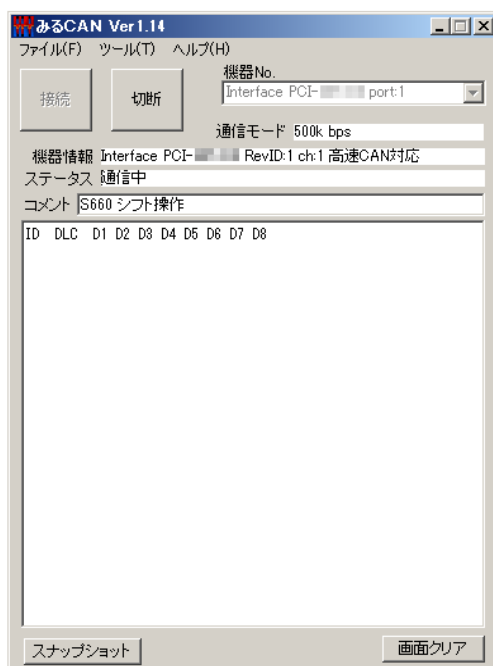

図21 CANメッセージが受信できないときの画面
- (7) もし、CANメッセージが表示されず、図21のような状態の場合は、何かしらの不具合が考えられます。ほとんどの場合、表2 に示すいずれかが原因です。